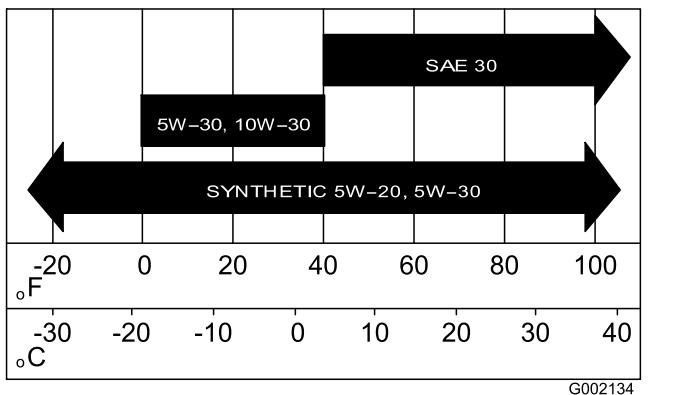

Bild 32
5. Füllen Sie das Kurbelgehäuse mit dem Öl der angegebenen Sorte (Bild 32).